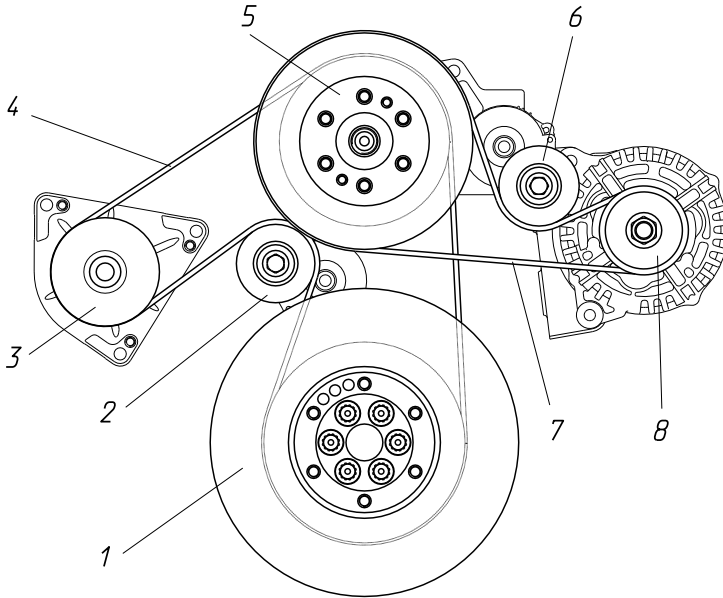

Рис. 17. Ременный привод агрегатов (первый вариант):
1. Водяной насос, вентилятор и генератор (рис. 17).
2. Водяной насос, вентилятор, генератор и компрессор кондиционера (рис. 17а).
3. Водяной насос и генератор (рис. 17б).
От шкива вентилятора вторым ремнем приводится генератор (рис. 17) или одновременно генератор и компрессор кондиционера (рис. 17а).
Рис. 17а. Ременный привод агрегатов (второй вариант):